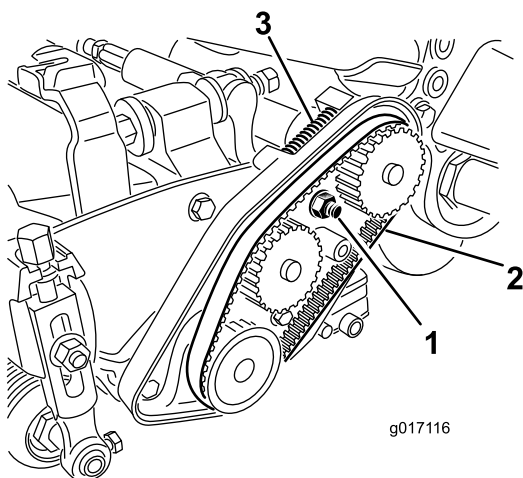

Figura 17
3. Afloje la tuerca del alojamiento del cojinete (Figura 17).
5. Retire la correa (Figura 17).
12. Asegúrese de que el muelle de compresión aplica tensión a la correa (Figura 17).